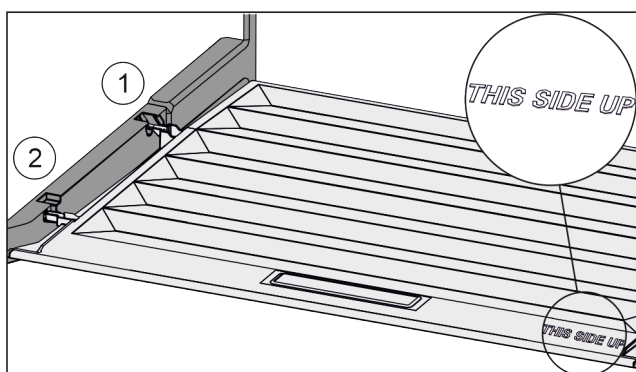

Fig. 37
- ▶ Výstupky víka zaveďte do zadních držáků Fig. 37 (1) a vpředu zaklesněte do držáku Fig. 37 (2).